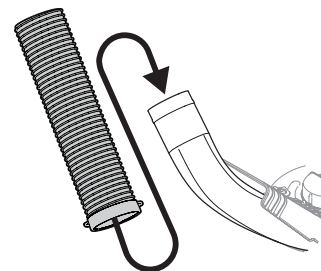

Figura 25
2. Levántelo con las manijas de la parte de abajo del tubo del canal. Deslice el tubo del canal sobre el codo del canal montado en la plataforma de corte, como se muestra en la Figura 25.